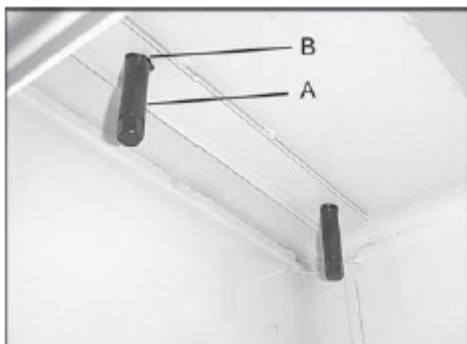

Рис. 20
3. Закрепить узел корпуса на станине двумя болтами 3/8" с пружинными шайбами (рис. 20). Затянуть от руки.